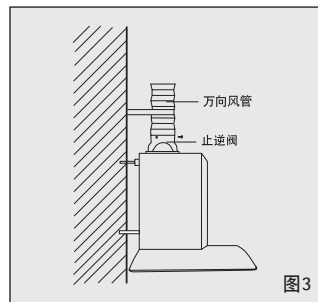

图3
将万向风管插入止逆阀座的槽内，并用2个ST3x8的螺钉紧固于止逆阀部件上(图3)。
1. 将主机挂在已固定好的挂钩上, 确认主机与挂钩的紧固嵌合, 无任何的晃动与松动(图3)。